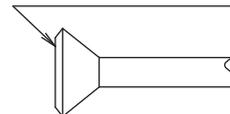

Fig. 13
- Al conectar la tuerca abocardada, recubra la sección abocardada (por dentro y por fuera) con aceite de éster o de éter, gire primero tres o cuatro veces y luego atornille. **(Refiérase a la Fig. 13)**